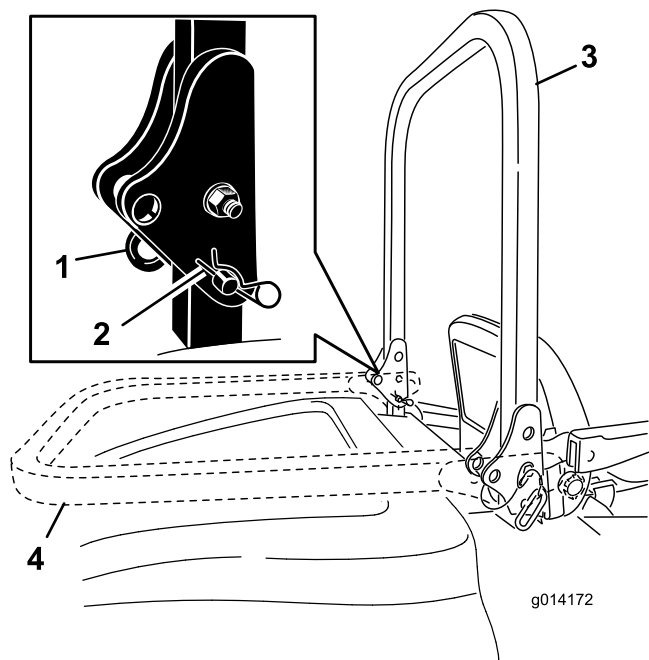

図 8
1. ROPS を下げるには、バーを前方に押しつけて固定ピンに掛かっている力をゆるめた状態で、左右の固定ピンを抜き取る(図 8)。
2. バーを降ろす(図 8)。
3. ピンとヘアピンコッターで固定する(図 8)。
4. ROPS を立てるには、機体の左右でヘアピンコッターを抜き、ピンを外す(図 8)。
5. ROPS をまっすぐに立ててピンで固定し、ヘアピンコッターでロックする(図 8)。